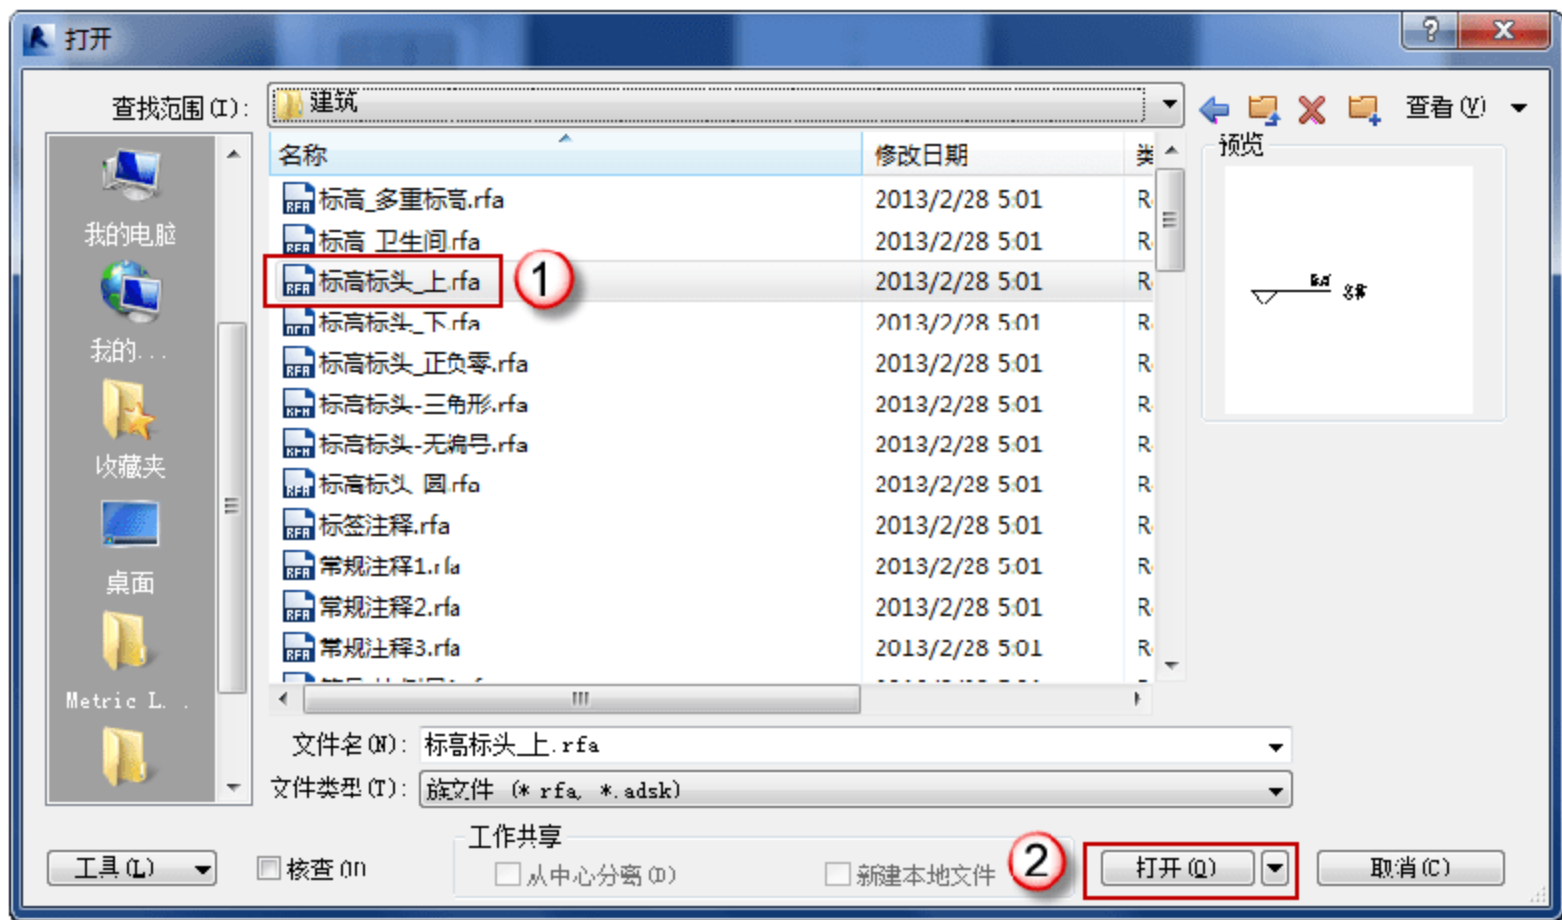

图 1.2.6 打开标高族
(1) 打开标高族。选择“应用程序”→“打开”→“族”命令，在弹出的“打开”对话框中选择“标高标头\_上.rfa”的族文件，单击“打开”按钮，如图 1.2.6 所示。